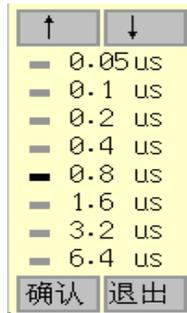

图 4.12 采样周期选择
14. 采样周期：每两个采样点之间的时间间隔，按`确认`键弹出图 4.12 所示的选择界面，共分为 8 档：0.05 μ s、0.1 μ s、0.2 μ s、0.4 μ s、0.8 μ s、1.6 μ s、3.2 μ s、6.4 μ s，通常情况下，如果被测对象的声时比较长，则需要选择比较大的采样周期，采样周期的选择方式与测试方式选择完全相同。